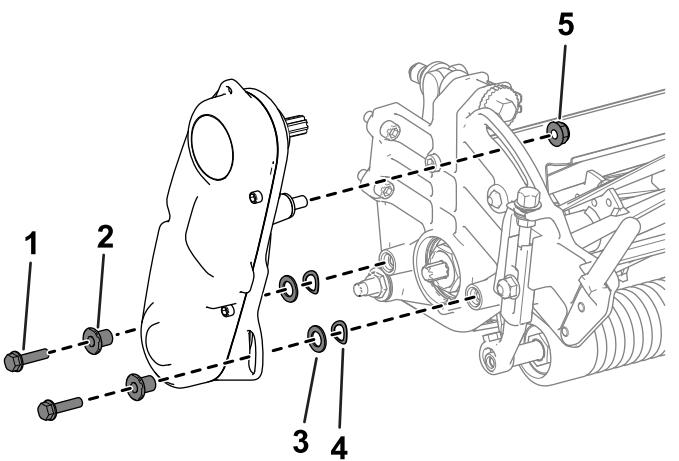

Figure 44
- 3. Déposez le système d' entraînement du cylindre, les rondelles plates, les rondelles élastiques et les entretoises de la plaque latérale (Figure 44).